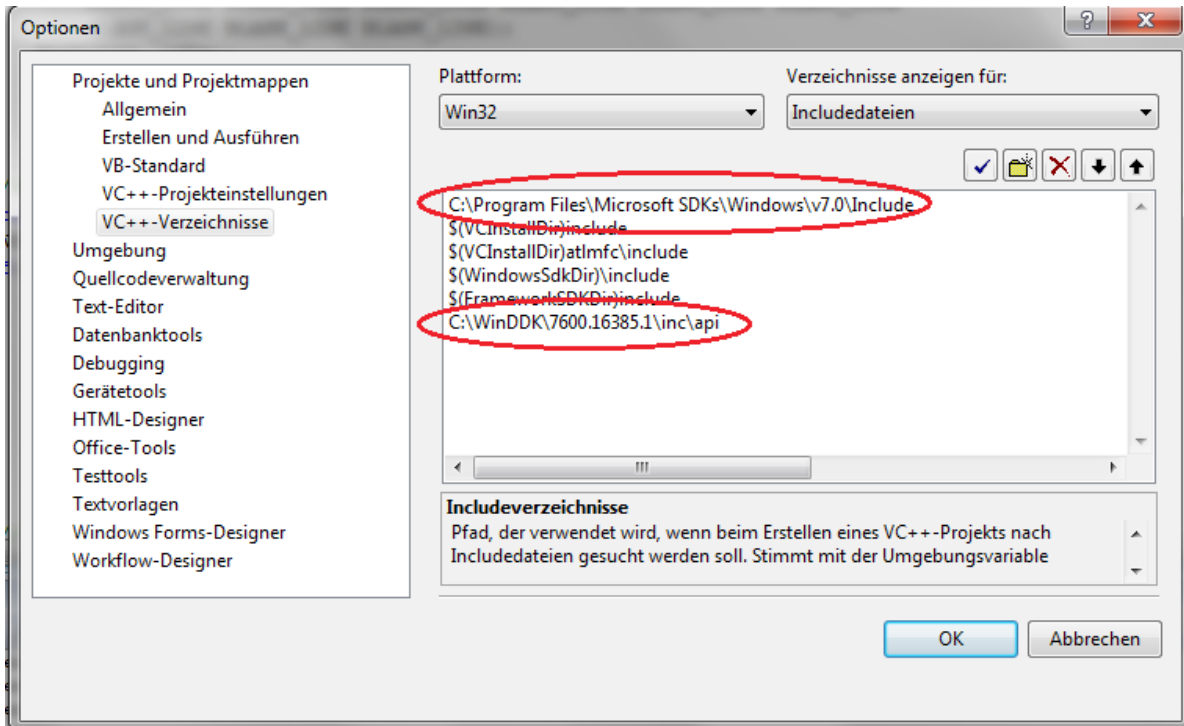

Abbildung 9: zusätzlich benötigte Include Dateien
- 7. Zusätzlich muss die MS Windows SDK und die WinDDK in Visual Studio angegeben werden, wenn ein Modul bearbeitet werden soll (siehe Abbildung 9 und 10)